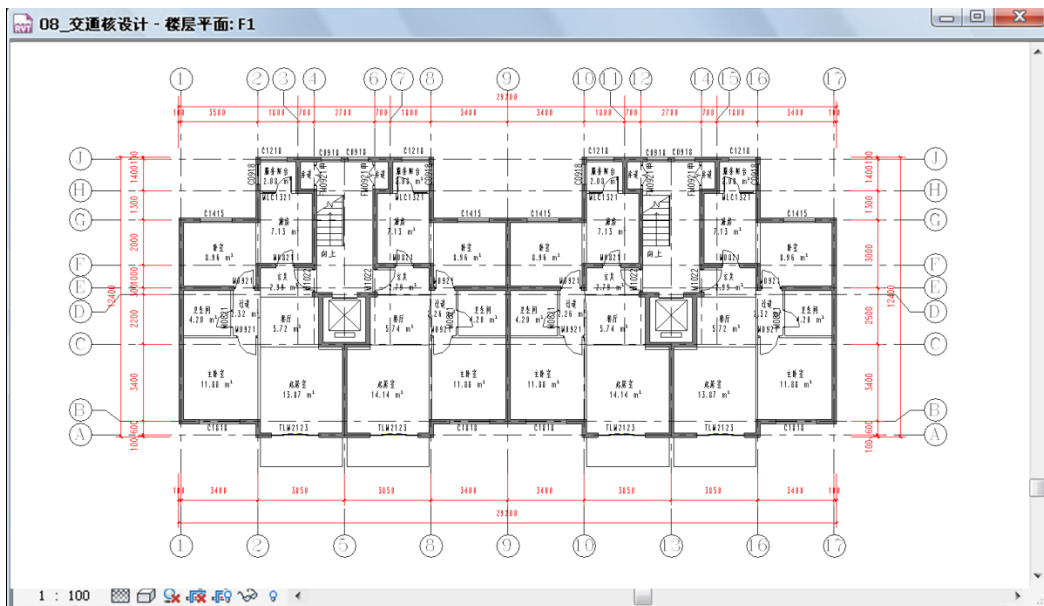
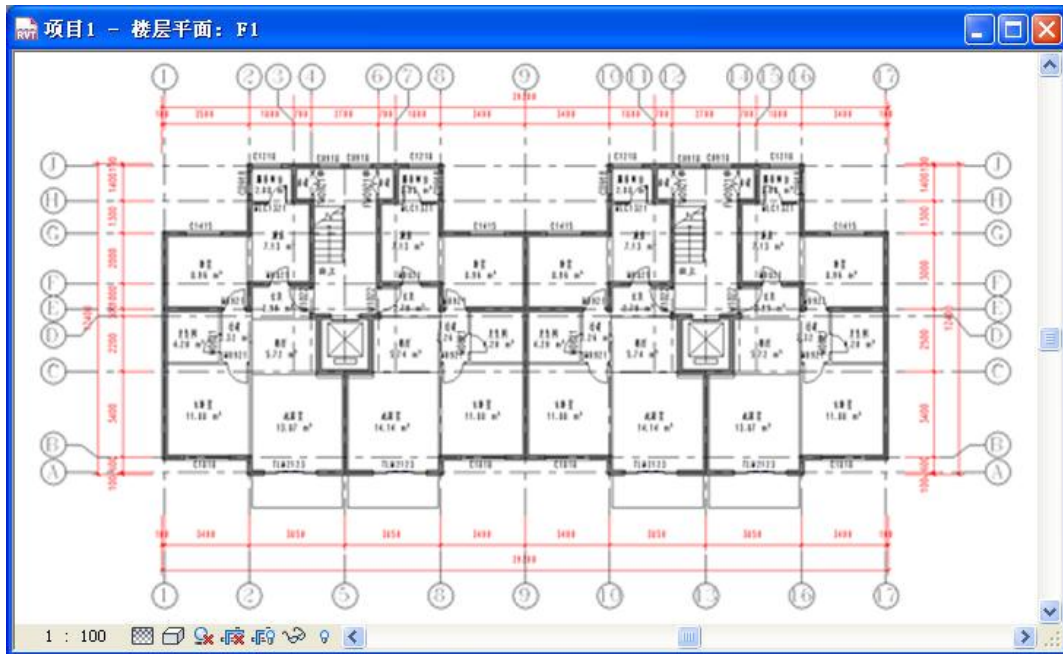

图 3-45
图 3-46
- 4) 选择刚刚绘制的上部的轴网尺寸标注，单击“尺寸界线”面板>“编辑尺寸界线”工具，借助 Tab 键单击左侧外墙面，及右侧外墙面，添加半墙尺寸标准。添加完成后在任意无参照的位置单击即可结束尺寸界限的编辑(如图 3-45 所示)。同样的方法为各个方向的轴网尺寸标注添加半墙标注(如图 3-46 所示)。